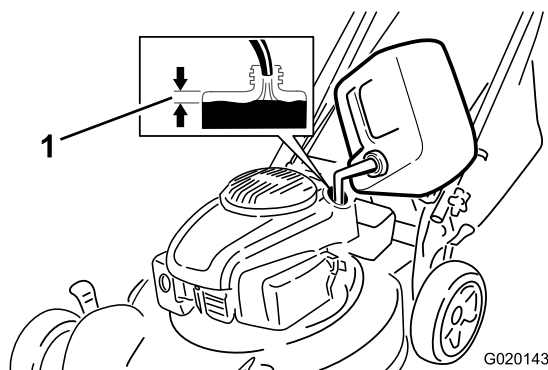

Figura 7
Riempite il serbatoio del carburante con benzina normale fresca senza piombo, proveniente da una stazione di rifornimento di buona marca (Figura 7).
2. Riempite il serbatoio del carburante lasciando almeno 1 cm di distanza tra il livello della benzina e la parte inferiore del bocchettone, in modo tale che la benzina abbia spazio per espandersi (Figura 7).